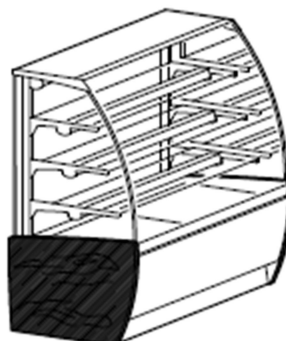

Рис.19b
- Отдельно стоящая витрина с боковыми деревянными панелями (опция) (Рис.19b)